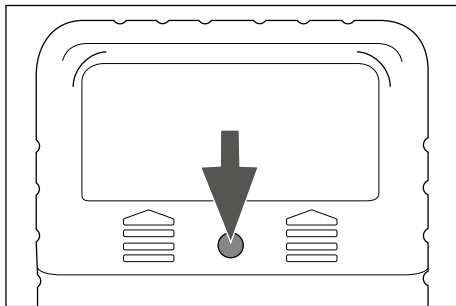

Fig. 1
- 1) Allentare la vite superiore che si trova sul lato posteriore dell'apparecchio con un cacciavite (vedere fig. 1). Togliere il coperchio del vano pile spingendolo verso l'alto.